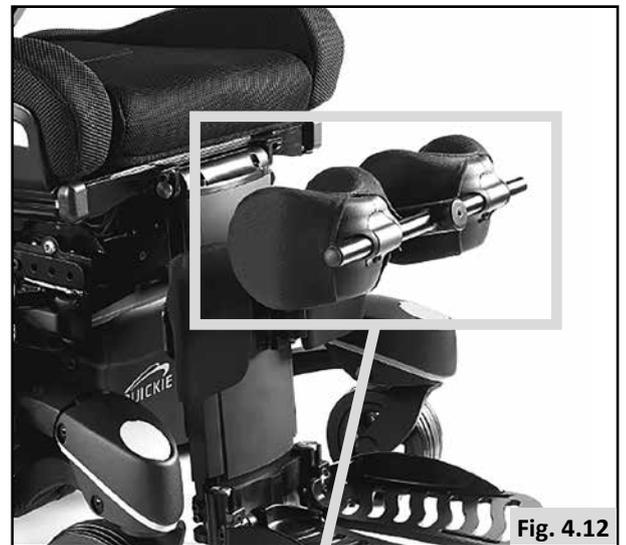

Fig. 4.12
4.4.2 Einstellen der Tiefe der Kniefixierung (Fig. 4.12 - 4.13):
4.4.3 Einstellen der Breite der Kniefixierung (Fig. 4.12 - 4.13):
- Lösen Sie die Schrauben (E).
- Ziehen Sie die Schrauben (E) wieder fest.
4.4.4 Einstellen der Höhe der Kniefixierung (Fig. 4.12 - 4.13):